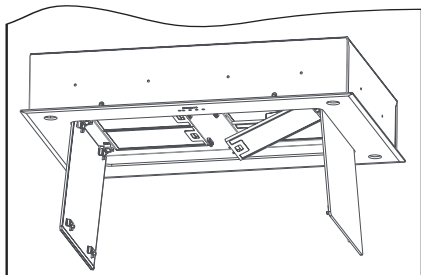

Abb. 5: Metallfettfilter entnehmen, bzw. einsetzen
- Randabsaugungsplatte aus der Arretierung lösen und nach unten klappen (rückseitige Scharniere verhindern ein Herausfallen) (⇔ Abb. 5).